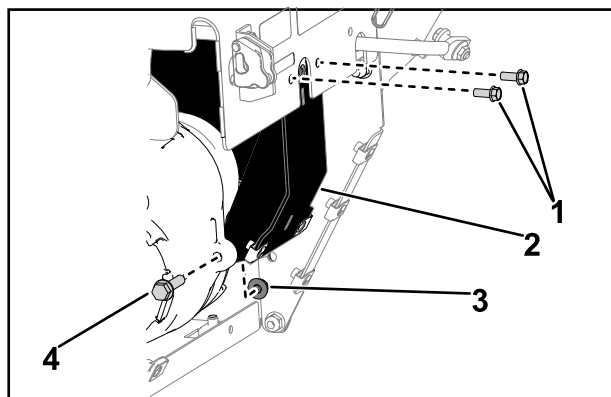

Figura 16
- B. Prenda a parte inferior do suporte da transmissão hidrostática ao hidráulico com o parafuso de retenção (5/16 x 1 1/4 pol.) e a porca de bloqueio (5/16 pol.) (Figura 16)
3. Instale os dois parafusos (1/4 x 5/8 pol.) que prendem o suporte transmissão hidrostática à placa superior (Figura 16).